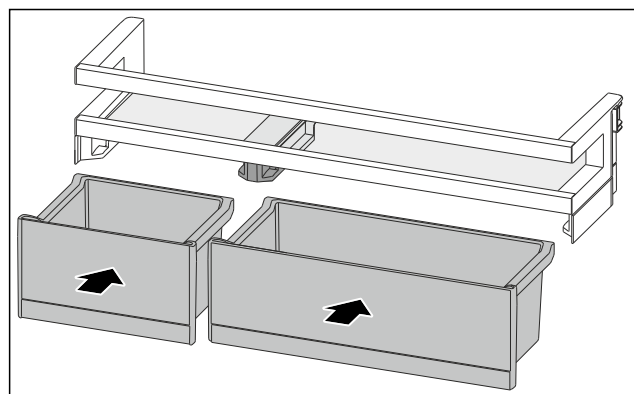

Fig. 88
- ▶ Inserire i VarioBox in posizione scambiata. (vedere Fig. 88)